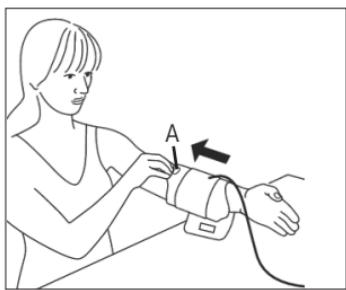

Fig. 1
- Măsurarea trebuie efectuată pe brațul gol. Dacă manșeta este complet desfăcută, introduceți capătul manșetei prin brida din metal, astfel încât să se formeze un țat. Sistemul de închidere cu arici trebuie să se afle pe partea exteroară. Prindeți manșeta de clapeta de prindere A (consultați fig. 1) și trageti-o pe braț.